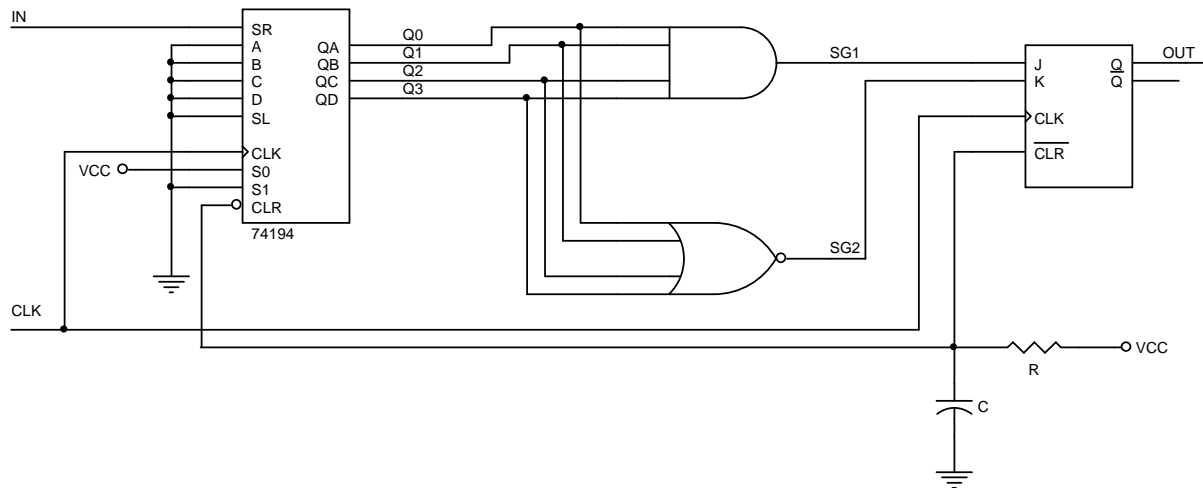

Figura 2.1. Circuito basado en el 74194.
1) Atendiendo al circuito que aparece en la Figura 2.1, complete la tabla que aparece a continuación.